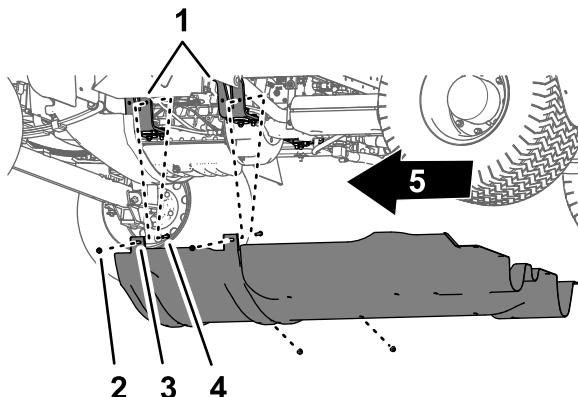

図 96
- エンジン搭載ブラケットのところで、ボルトとキャリッジボルトの上からキャリッジ下シュラウドの前方取り付けフランジを入れる図 96。
- キャリッジ下シュラウドを、エンジン搭載ブラケットとボルトに組み付ける図 96ステップ24 キャリッジ下シュラウドを取り外す (ページ 9)で外したフランジロックナット (5/16") 4個を使用する。
- キャリッジ下シュラウドを車体の下シャーシに合わせる図 96。